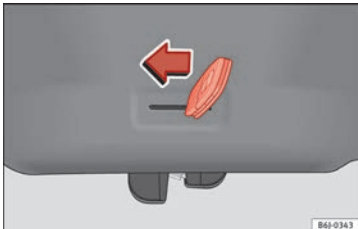

Abb. 4 Notentriegelung der Heckklappe
- Den Schlüsselbart in den Schlitz stecken und das Verriegelungssystem entriegeln, indem der Schlüssel von rechts nach links in Richtung Pfeil bewegt wird » Abb. 4.